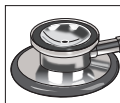

Fig. 2
5. Los estetoscopios de doble cabezal cuentan con una pieza giratoria de dos lados en la campana, Fig 2.